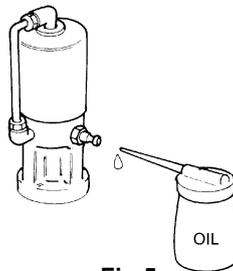

Fig.5
- 2) エア供給口に Fig.5 のように潤滑油を数滴(約 0.5 mL) 注入します。